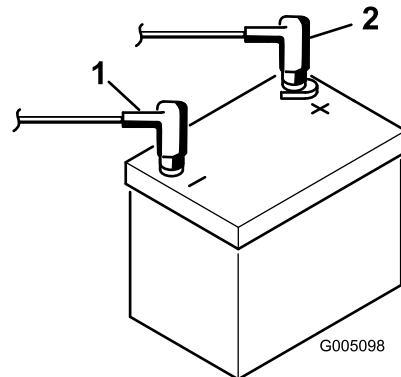

Bild 7
7. Klemmen Sie zuerst das Pluskabel (Rot) am Pluspol (+) der Batterie und dann das Minuskabel (Schwarz) am Minuspol (-) der Batterie an, wobei Sie die Kopfschrauben und Muttern verwenden (Bild 7). Ziehen Sie den Gummischuh über den Pluspol, um Kurzschlüssen vorzubeugen.